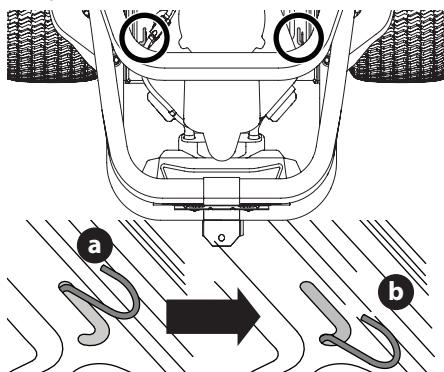

Figura 1
1. Para engranar las varillas de derivación de transmisión, tire de la varilla hacia atrás (a) y hacia el interior de la sección inferior de la ranura "J" (b). Repita en el lado contrario (Figura 1).